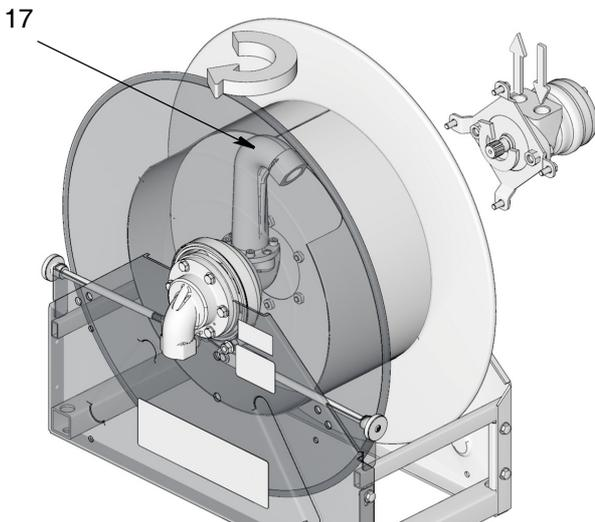

ABB. 25
- b. Auslass (17) entsprechend °ABB. 25 um 180° drehen.